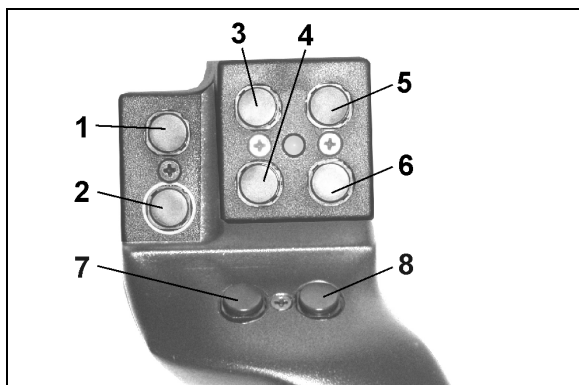
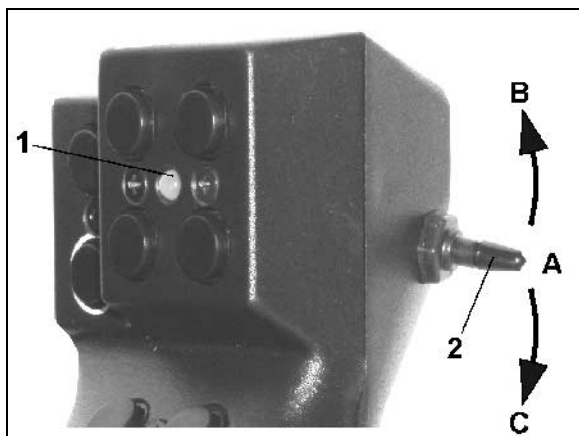

Рис. 91
Рис. 92
Для обслуживания **AMATRON**⁺ многофункциональная рукоятка (Рис. 91) имеет 8 клавиш (1 - 8). Кроме того при помощи переключателя (Рис. 92/2) назначение клавиш может изменяться 3-кратно.
-  центральном положении (Рис. 92/А) и может переставляться
-  вверх (Рис. 92/В) или
-  вниз (Рис. 92/С).
Положение переключателя отображается посредством светодиода (Рис. 92/1).